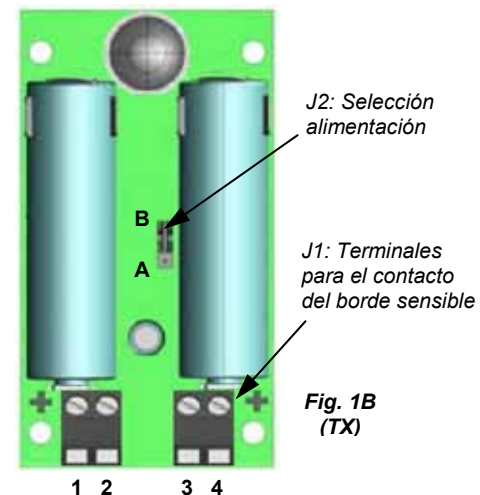

Fig. 1B
- Realice las conexiones tal como se describe en los párrafos anteriores, seleccionando la alimentación del transmisor con el puente (J2, Fig. 1B):
- Conecte el contacto de salida del perfil de seguridad a la caja de bornes (J1, Fig. 1B). Si no se utiliza esta opción, deje colocado el puente presente.